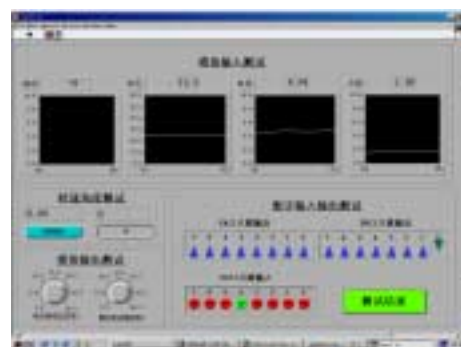

图2 设备故障检测测试界面
11. 在实际应用中，怎样快速的进行设备故障检测是带有普遍性的问题。为了较方便、直观地进行设备故障检测，可通过选择主面板上“故障检测”按钮，进入故障检测子程序。该程序的面板上安放了设备所有用到的模拟、数字I/O端及计数端。(如图2)模拟输入端信号选用示波